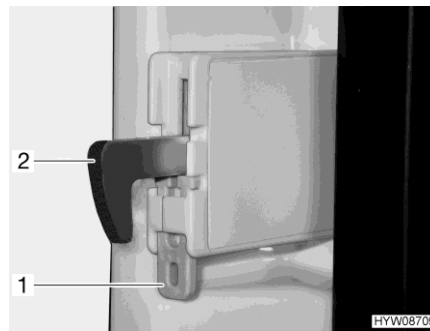

Bild 162 Fixering (låskrok)
**Fixera låskroken:** ■ Tryck upp fixeringen (Bild 162,1). Låskroken (Bild 162,2) trycks upp och är ur funktion.
**Lossa låskroken:** ■ Tryck ned låskroken (Bild 162,2). Låskroken är åter i funktion.